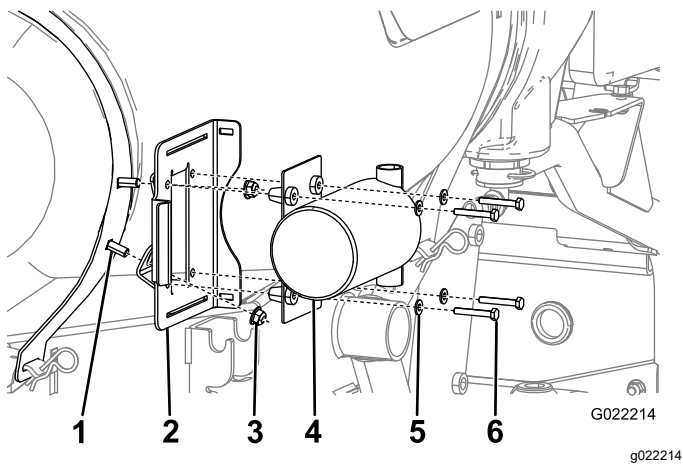

Рисунок 8
4. Присоедините монтажный кронштейн промывочного насоса на ранее установленные каретные болты, используя 2 фланцевые гайки (Рисунок 8).
6. Прикрепите насос к раме с помощью четырех болтов и четырех малых шайб (Рисунок 8).